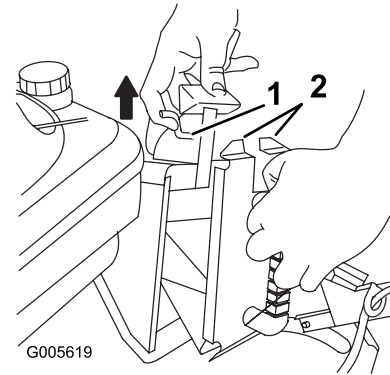

Bild 23
3. Die Sperrklinke am Türgriff hochziehen und die Oberseite des Stopfens ganz hereindrücken, während der Türgriff nach hinten gezogen wird (Bild 23).
4. Die Sperrklinke loslassen und über den Sperrungen am Stopfen einrasten lassen (Bild 23).